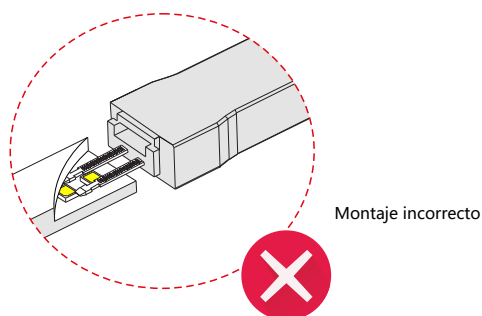

Fig. 4.3
- Fig. 4.3 — No inserte los dos pines en la superficie de la PCB, lo que provocaría un cortocircuito y quemaría todo el rollo de tira, pudiendo provocar un incendio.